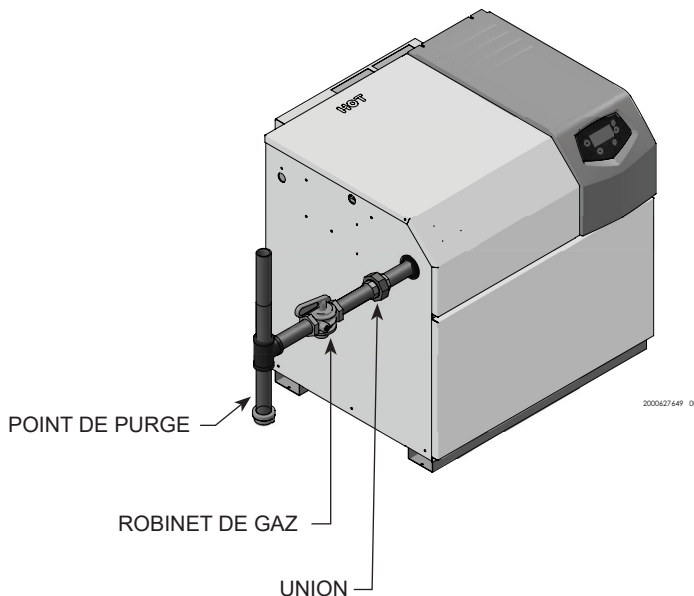

Figure 6-1 Raccordement de la conduite de gaz à l'appareil avec piège à sédiment et vanne principale d'arrêt manuel du gaz
5. Installer un piège à sédiment (point de purge) sur la conduite d'alimentation vers l'entrée de gaz du chauffage de piscine (voir FIG. 6-1).